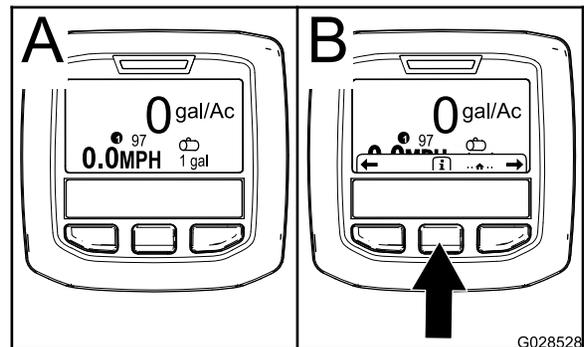

Figura 18
2. Después de unos 15 segundos, aparecerá la pantalla de Inicio; pulse el botón de selección central para mostrar el menú contextual de Información (Figura 18).